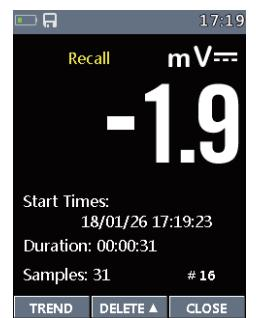

Abb. 136
- Im Datensatz Menü. Drücken Sie die Taste Δ oder ∇ um Artikel überprüfen auszuwählen. Drücken Sie die Taste \triangleright um Messung anzeigen zu betreten (Abb. 136).